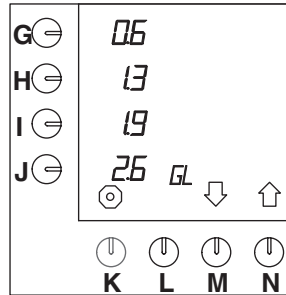

Fig. 29 Wijzigen voorgeprogrammeerde keuzetoetsen voor gallons
- Druk op selectietoets (N.)[↑] tot fig. 29 in het display verschijnt.